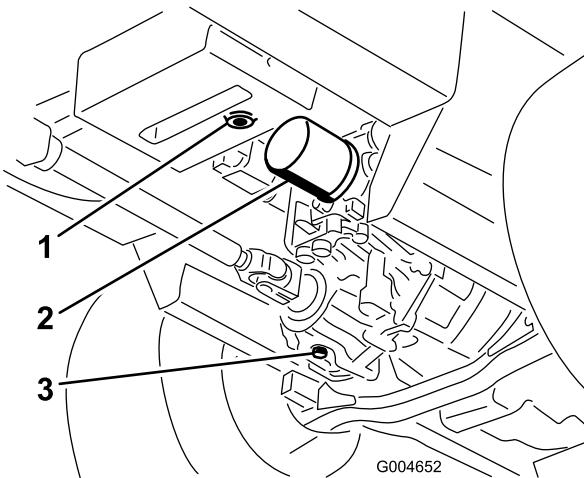

Figure 90
3. Placez un grand bac de vidange sous le réservoir hydraulique et le carter de transmission, et enlevez les bouchons pour vidanger tout le liquide hydraulique (Figure 90).
4. Nettoyez la surface autour du filtre à huile hydraulique et enlevez le filtre (Figure 90).